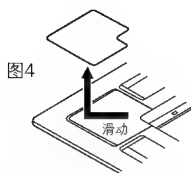

图4
撕掉角盖上的固定胶带，滑动后，即可卸下角盖（参见图4）。
d. 按图4箭头所示方向扭动，调整装饰面板，使之完全覆盖天花板开口。